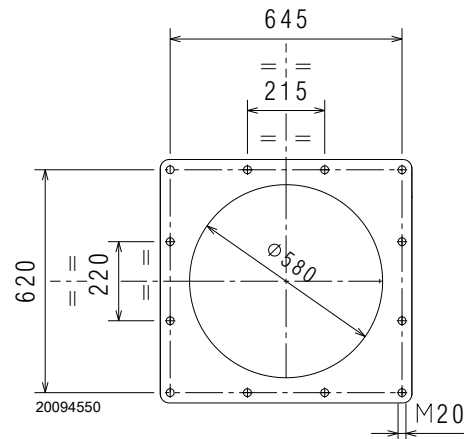

图 13
如图 13 所示, 在锅炉前炉门上钻孔。
- 将燃烧器整体安装到之前在锅炉前炉门钢板上已钻好的孔，如图 13 所示，拧紧随附的螺丝 (紧固扭矩为 250 ÷ 300 Nm)。